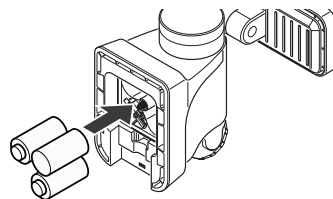

Figure 6
5. Installez trois piles « C » de 1,5 V (non comprises) dans le compartiment à piles (voir la Figure 6). Assurez-vous de bien orienter la polarité des piles. Remettez le couvercle du compartiment à piles en place.